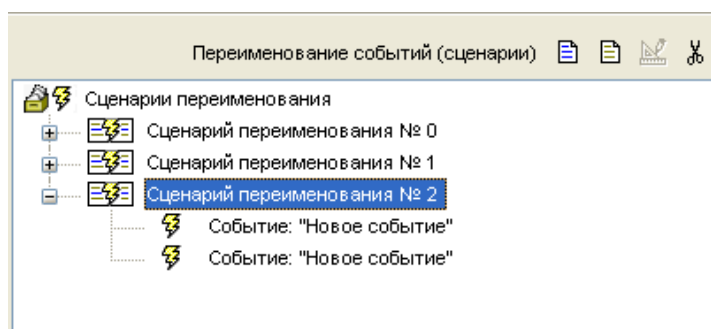

Рисунок 23
2. Добавьте два события к выделенному сценарию, с помощью кнопки  (см. Рисунок 23).